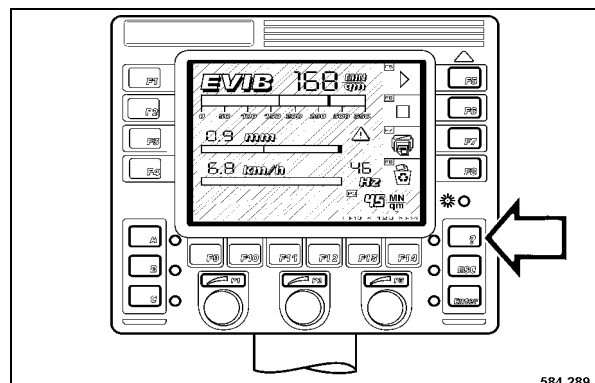

Fig. 201
- Confirmer avec la touche "?" (menu). (Fig. 201).